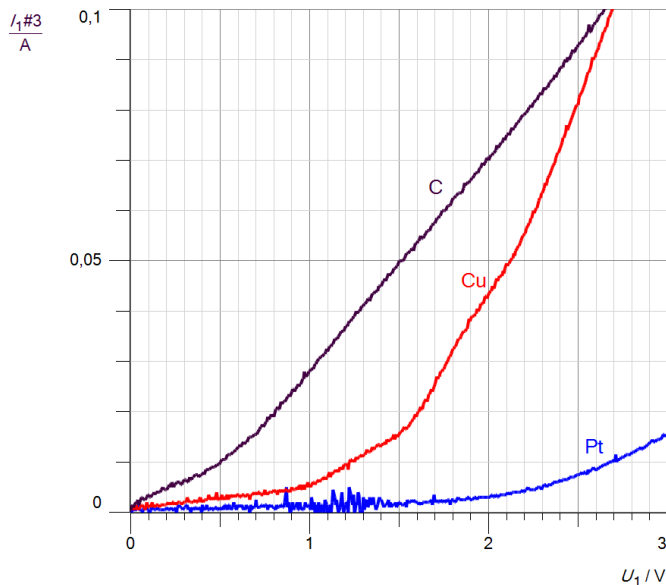

Abb. 1 Strom/Spannungskurven für die Elektrolyse von Wasser.
1. Die Apparatur wird wie in Abb. 1 zu sehen aufgebaut.